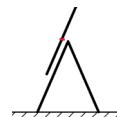

Figura 1 - Escada combinada na posição de escada singela com escada de extensão no topo.
- Nunca deslize a parte superior de uma escada de 3 secções na posição A com o degrau vermelho (ou o 4º degrau a partir do topo) para além do ponto de articulação (figura 1).
- Nunca trepe a uma escada de 3 secções na posição A, para além do ponto de articulação (figura 1).